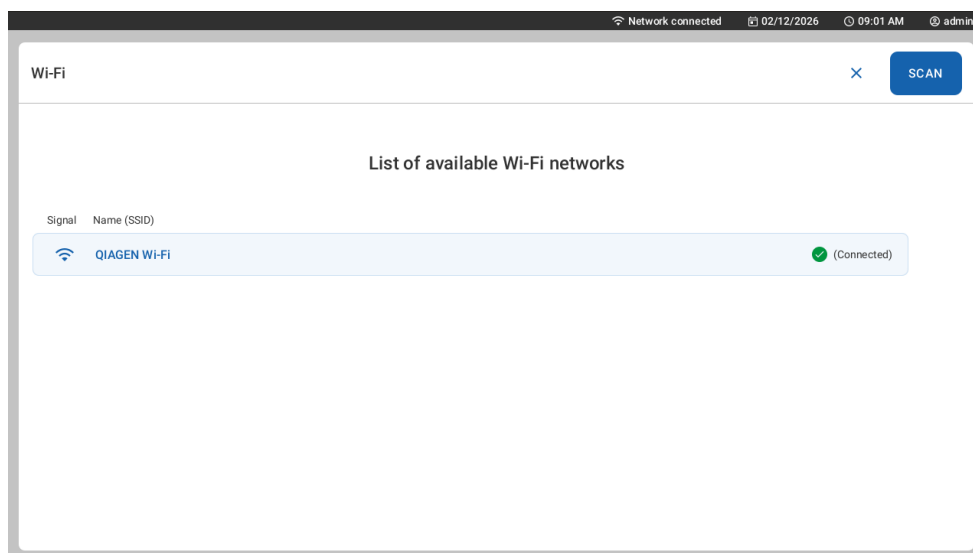

Figura 38. Estado de la red Wi-Fi.
- Un mensaje en la parte superior de la pantalla confirma la conexión a una red Wi-Fi, y el nombre de la red se resalta en azul con el estado **Connected** (Conectado) (Figura 38).